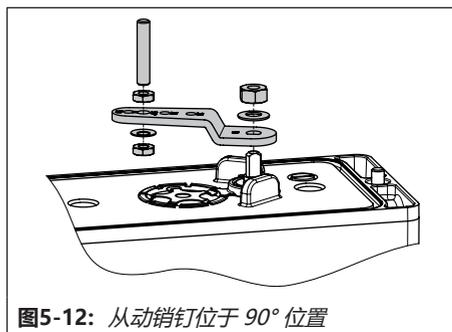

图5-12: 从动销钉位于 90° 位置
4. 将从动销插入并呈 90° 位置固定在定位器操纵杆上 (参见图5-12)。
5. 将定位器对准适配器支架 (1)，使从动销钉准确插入到执行机构的从动轮 (3) 中。
6. 使用紧固螺钉 (6) 将定位器固定到适配器支架 (4) 上。
7. 使用相应的紧固螺钉 (10) 将 3710 型反向放大器 (7) 与两个导向套 (8) 和端子板 (9) 共同安装到适配器支架上。